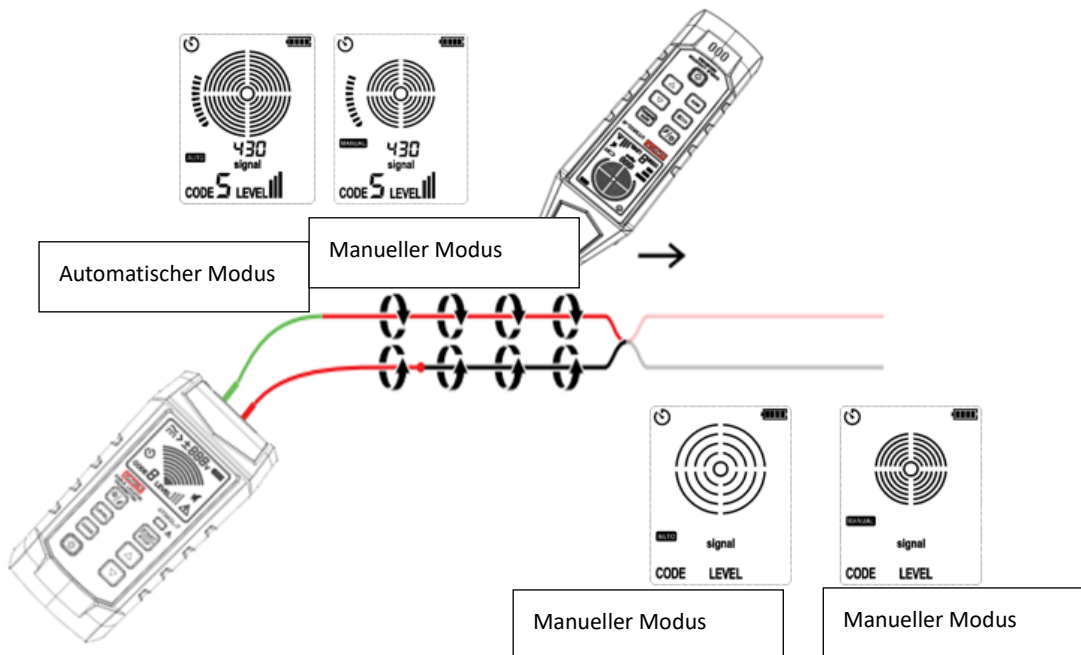

Abbildung 8.3.1a Kurzschlüsse über Kabel-Tracking identifizieren
1. Verbinden Sie die Messleitung des Senders mit dem Stromkreis, wie in Abbildung 8.3.1a dargestellt.